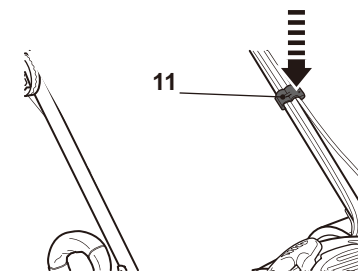

Fig. 5
8. Fixer les câbles (7, 8, 9, 28) aux deux côtés de la poignée inférieure (25) avec les serre-câbles (11) (Fig. 5).